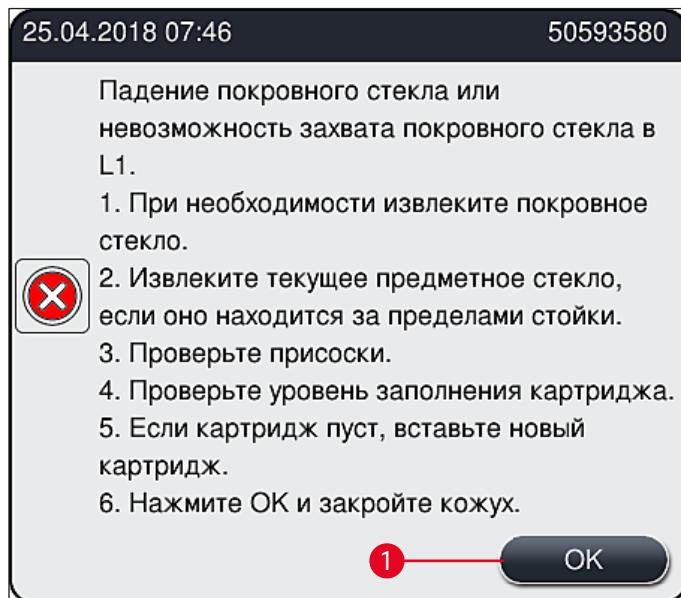

Рис. 110
В случае, если модуль "Pick&Place" теряет покровное стекло в процессе транспортировки к предметному стеклу или если модуль "Pick&Place" не может извлечь покровное стекло из картриджа с покровными стеклами за 3 попытки, пользователь получает информацию об этом в виде сообщения о неисправности (→ Рис. 110).
- ① При появлении на экране сообщения (→ Рис. 110) пользователь должен, прежде всего, проверить, не было ли покровное стекло потеряно в процессе транспортировки к предметному стеклу или удалось ли модулю "Pick&Place" извлечь покровное стекло из картриджа для покровных стекол.